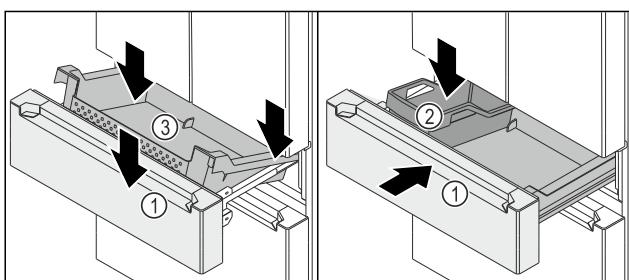

Fig. 151
- Auszugswagen Fig. 151 (1) ist herausgezogen.
- Behälter Fig. 151 (3) hinten auf den Schienen rechts und links aufsetzen.
- Behälter Fig. 151 (3) vorne absenken, sodass Behälter Fig. 151 (3) die Schienen rechts und links umschließt.
- FlexBox Fig. 151 (2) einsetzen.
- Auszugswagen Fig. 151 (1) einschieben.